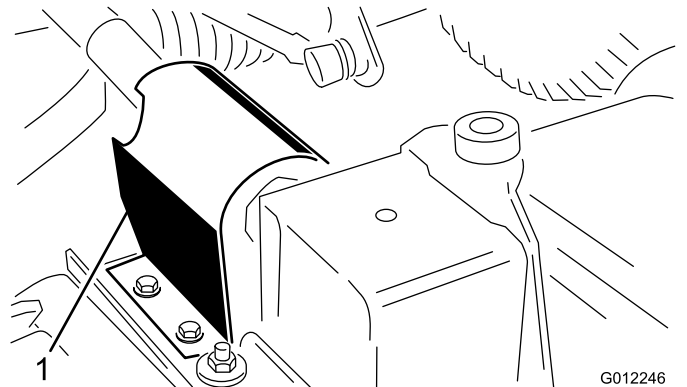

Bild 5
- Entfernen Sie die zwei Blechschrauben, mit denen das Zapfwellenschutzblech oben an der Befestigungsplatte des Mähwerkgetriebes befestigt ist, und nehmen Sie das Schutzblech ab (Bild 5).